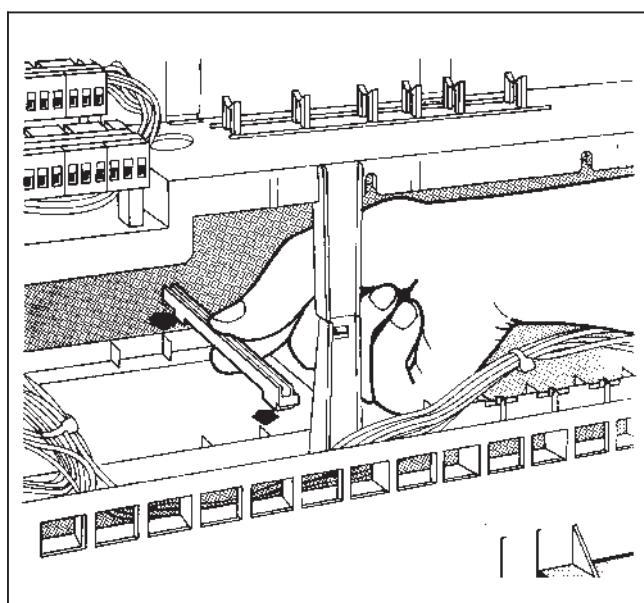

Рис. 3: насадить направляющие шины
- Насадить вверху и внизу направляющие шины (рис. 3).